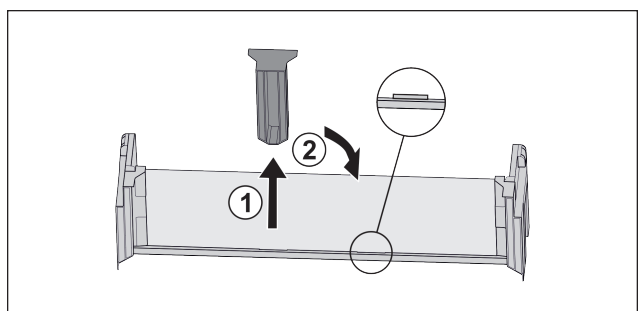

Fig. 83
- ▶ Mittleres Halteteil abziehen Fig. 83 (1).
- ▶ Mittleres Halteteil auf zweiter Position einsetzen Fig. 83 (2).